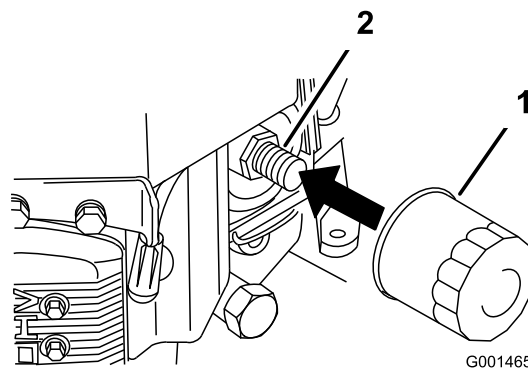

Figura 26
- Retire el filtro de aceite usado (Figura 26).
- Aplice una capa fina de aceite nuevo a la junta de goma del filtro nuevo (Figura 26).
- Instale el filtro de repuesto en el adaptador de filtro; gire el filtro en el sentido de las agujas del reloj hasta que la junta de goma entre en contacto con el adaptador del filtro, luego apriete el filtro tres cuartos de vuelta más (Figura 26).